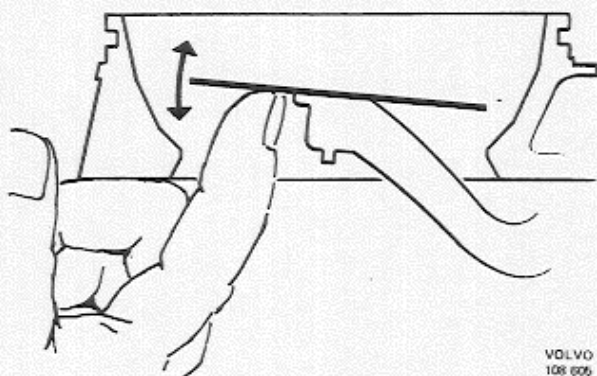

Abb. 1-6 Prüfung der Gängigkeit
*13. Durch Anheben der Stauscheibe überprüfen, daß deren Hebel nicht auf seiner Lagerung klemmt, siehe Abb. 1-6.